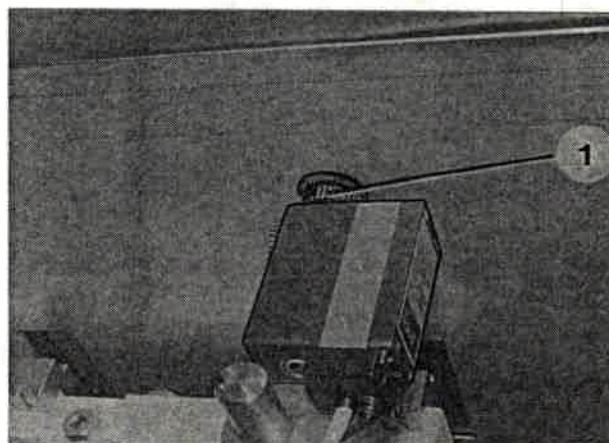

Bild 163
12. Einwickler so weit vorschieben, bis sich eine Tastmarke im Lichtkegel der Fotozelle (Bild 163/1) befindet.